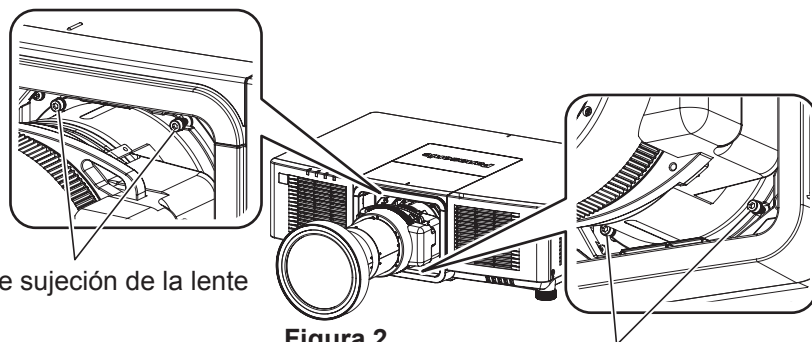

Figura 2
- Para la lente de zoom (Modelo N.º: ET-EMU100), extraiga los tornillos de fijación de la lente (4 ubicaciones) alrededor de la lente de proyección utilizando el destornillador hexagonal de punta redondeada suministrado con la lente de zoom (Modelo N.º: ET-EMU100). (Figura 2)